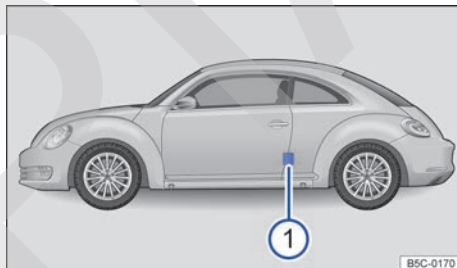

Fig. 178 En el pilar de la puerta del conductor: adhesivo de la presión de los neumáticos (o en la cara interior de la tapa del depósito de combustible).
- ① Indicación: Compruebe la presión de los neumáticos con estos en frío.
- ② Presión de los neumáticos en caso de carga parcial
- ③ *En función del vehículo:* Presión de confort de los neumáticos en caso de carga parcial
- ④ Presión de los neumáticos en caso de carga plena
- ⑤ Presión del neumático de la rueda de repuesto o de la rueda de emergencia
En el adhesivo figura la presión correcta para los neumáticos autorizados. El adhesivo se encuentra en el pilar de la puerta del conductor → fig. 178 ① o en la cara interior de la tapa del depósito de combustible.